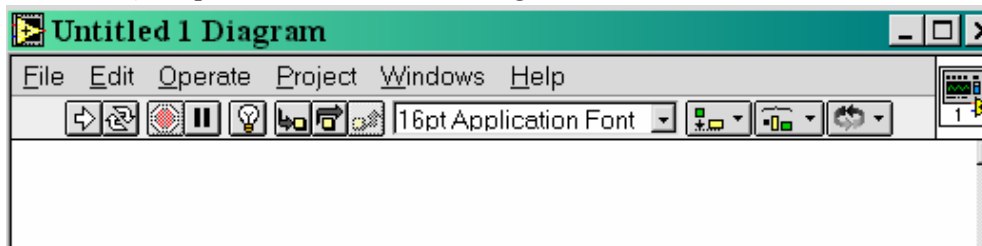

Fig. 5 Bara orizontală cu meniuri din diagrama bloc
- a doua fereastră este cea a *diagramei bloc* (fig.5). *Se reține și se consemnează în referatul lucrării semnificația fiecărui buton din bara orizontală. Se reține modul de trecere dintr-o fereastră în cealaltă prin meniul Windows / Show Panel și respectiv Windows/Show Diagram.*